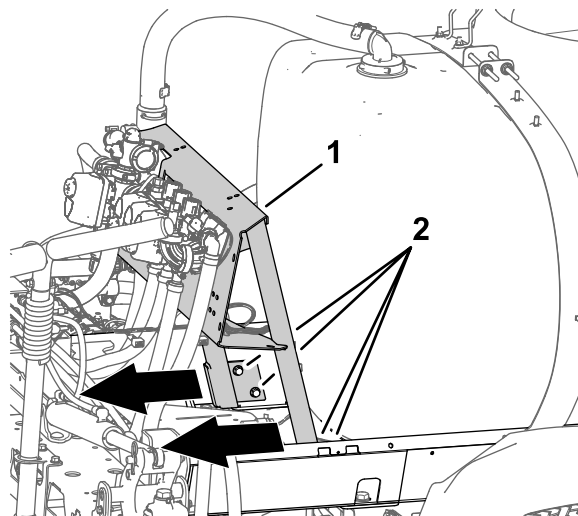

图11
1. 松开将阀门安装架固定至水箱架的 4 个凸缘头螺栓 3/8 x 1 英寸和 4 个凸缘锁紧螺母 3/8 英寸 图11。
2. 向后移动阀门安装架图11。